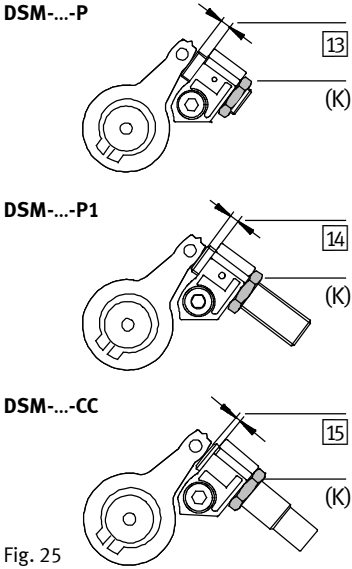

Fig. 25
2. Sbloccare il controdado (K) (Fig. 25) dell'ammortizzatore. La lunghezza svitabile dell'ammortizzatore (deceleratore in gomma **13** / **14**) o ammortizzatore **15**) può compensare la deviazione del fine corsa. Tale deviazione risulta dal contatto dell'ammortizzatore con la leva di arresto senza pressione che si verifica durante la regolazione preliminare.